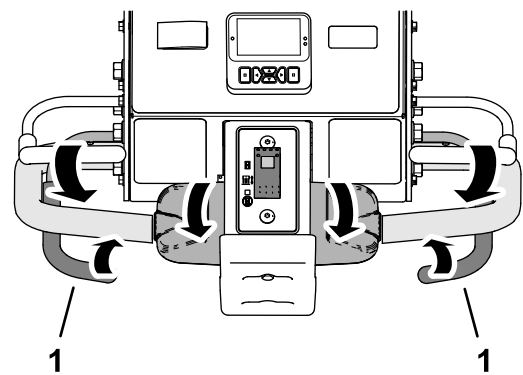

Figure 83
3. Lorsque les roues avant passent le périmètre de la zone d'aération, serrez la barre de commande d'aération gauche ou droite (Figure 83).